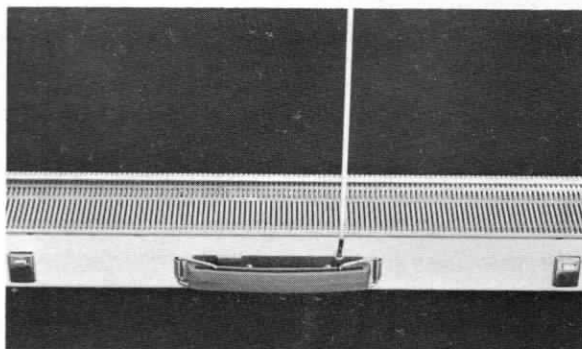

Fig. 14
10. Poner la barra de soporte en su lugar situado en el centro de la parte trasera de la máquina (Fig. 14). La extremidad cuadrada de la barra deberá ponerse en su emplazamiento. Una vez puesta en su sitio, la barra deberá inclinarse hacia atrás y su extremidad superior se mantendrá en vertical.